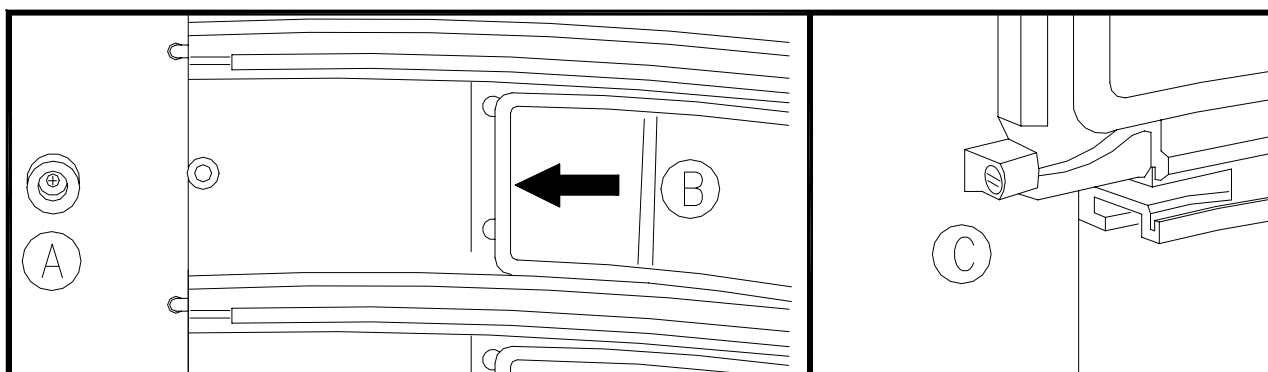

FIG. 19
4. Enlever la butée de fin de course, si présente (pos. A FIG. 19);